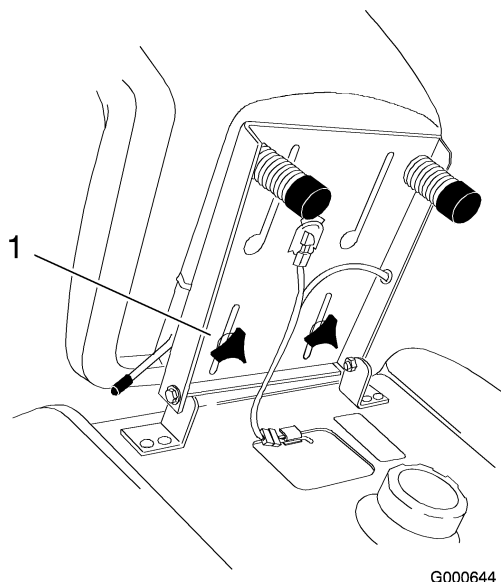

Figura 24
1. Sollevate il sedile ed allentate le manopole di regolazione (Figura 24).